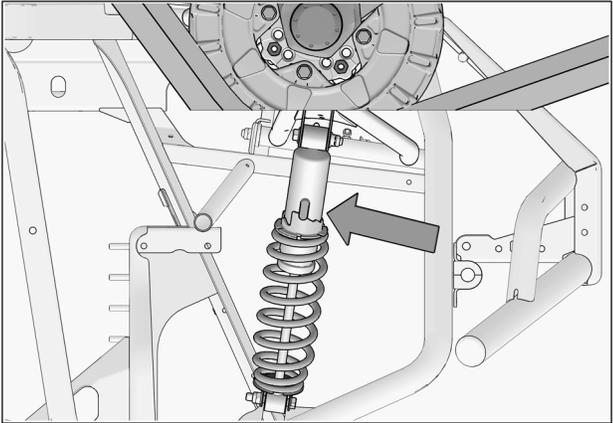

Fig. 28
1. Vérifier l'ajustement de la suspension; si les amortisseurs sont réglables, ils doivent être réglés au niveau le plus ferme pour permettre un maximum de dégagement entre les systèmes et les ailes du véhicule. Voir la Fig. 28